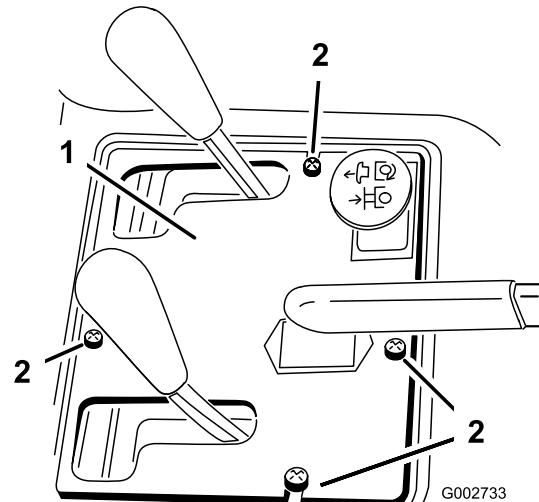

図 36
2. コントロールパネルをフレームに固定しているねじ4本を外す図36。